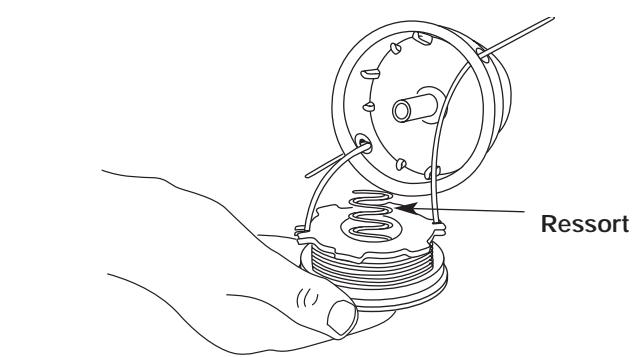

Fig. 20
- Insérez les extrémités du fil dans les œilllets de la bobine extérieure et placez le moulinet et le ressort dans la bobine (Fig. 20). Enfoncez le moulinet et la bobine ensemble. Tout en tenant le moulinet et la bobine, saisissez les extrémités et tirez fermement pour dégager le fil des fentes de retenue de la bobine.
5. Insérez les extrémités du fil dans les œillets de la bobine extérieure (Fig. 20).